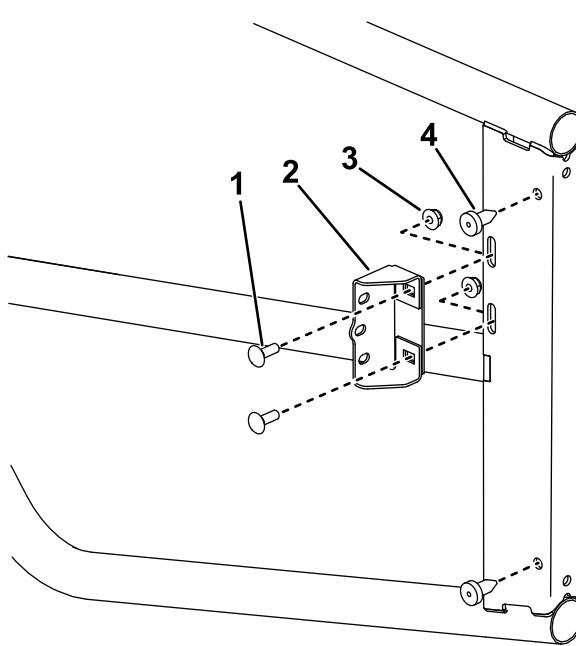

Bild 5
5. Montieren Sie zwei Gummianschläge an der Innenseite der Tür (Bild 5).
6. Montieren Sie die Türriegelhalterungen an der Tür (Bild 5).